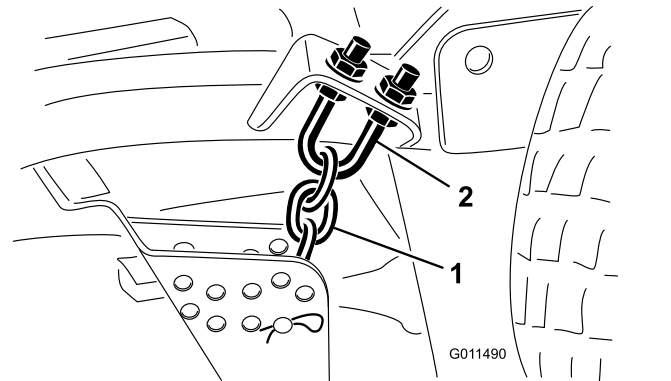

Figura 82
1. Desaperte as porcas de bloqueio na zona superior ou inferior da cavilha em U da correia da altura de corte (Figura 82).